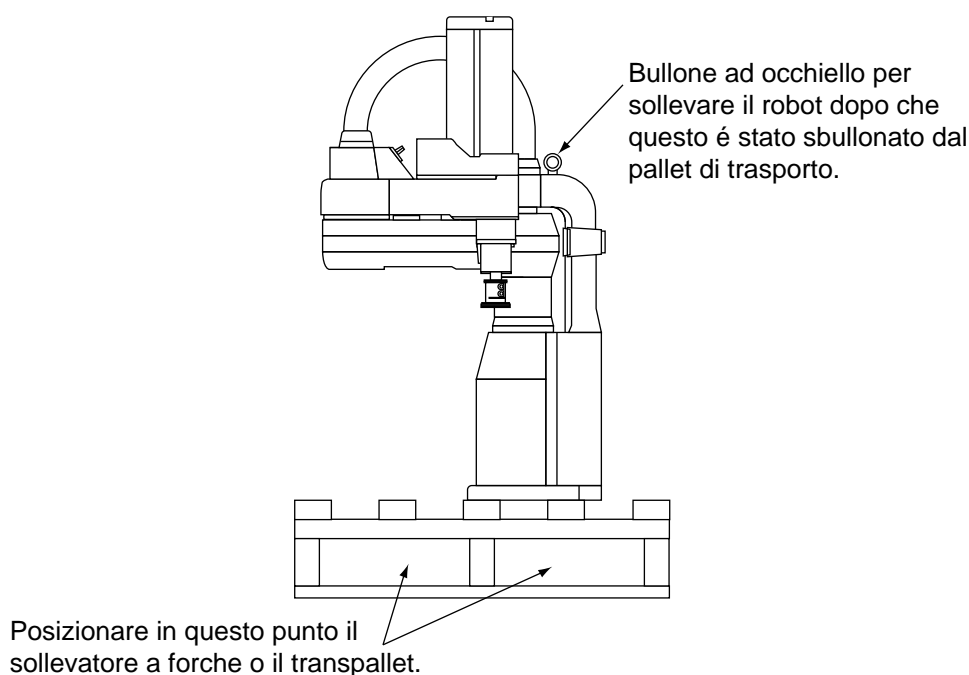

Figura 2-1. Il robot Adept 550 su un pallet di trasporto
Per il trasporto e l'immagazzinaggio degli imballi e delle scatole, utilizzare uno strumento adeguato, ad esempio un transpallet o un sollevatore a forche. Vedere la Figura 2-1.
2. Mentre il robot è ancora bullonato al pallet di trasporto, collegare il sollevatore idraulico al bullone ad occhiello sulla parte superiore del robot, vedere la Figura 2-1. Eliminare ogni eventuale lasco ma non sollevare ancora il robot.